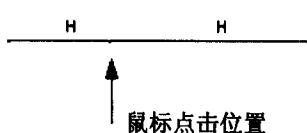

图 2-7 直线条段分割实例
(1) 直线条段的分割：单击草图绘制编辑工具栏中的按钮 ，或执行 Edit (编辑) → Trim (修剪) → Divide (分割) 菜单，在直线线段上某位置单击，此时该直线将分为两段，如图 2-7 所示。